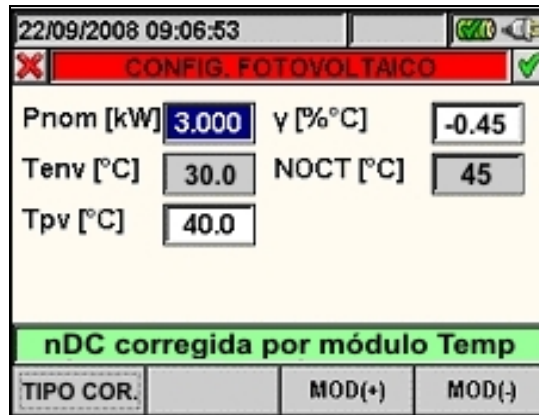

Fig. 84: Selección de corrección de la eficiencia CC por temperatura de módulo
El instrumento, en la función “TIPO COR.” permite la selección de una tercera opción indicada como “**Corrección Ef. CC a través Temp. Celula**” (ver Fig. 84), correspondiente a la relación (1), que NO sigue los criterios configurado por la normativa vigente y es orientada al cálculo de la eficiencia CC en función de los parámetros Gamma y Tpv.